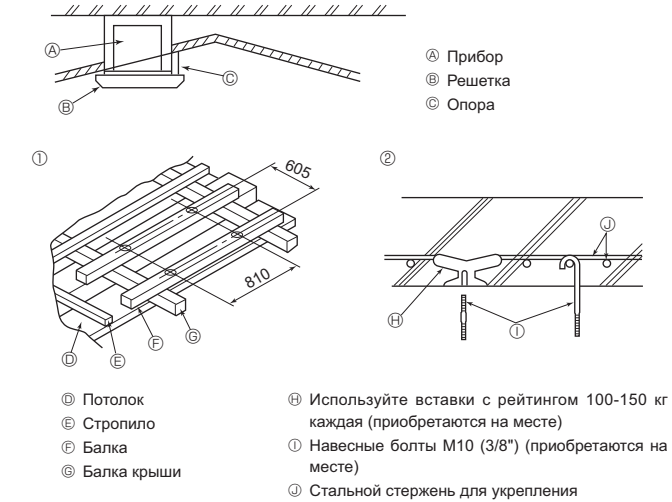

Fig. 2-4
2.4. Подвесная конструкция (Обеспечьте прочность на месте подвешивания) (Fig. 2-4)